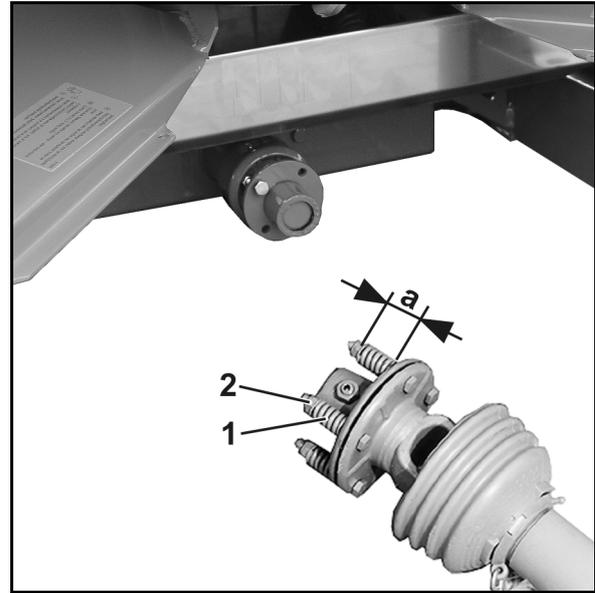

Fig. 93
2. Décompressez les ressorts (Fig. 93/1) en desserrant les écrous (Fig. 93/2).